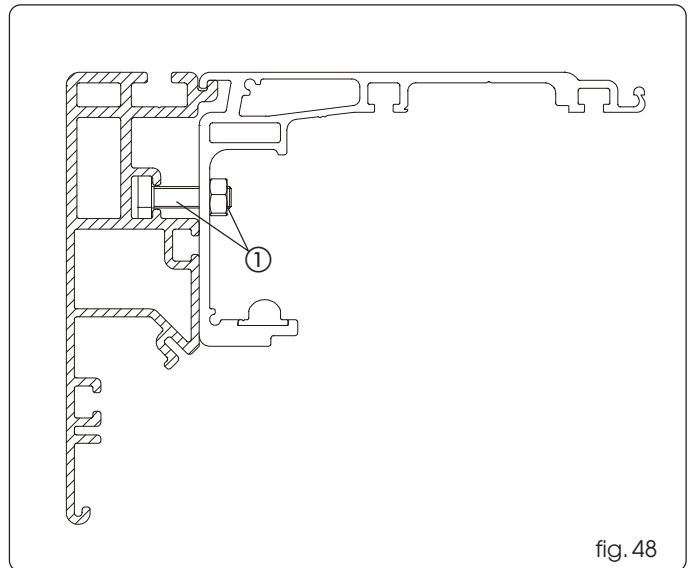
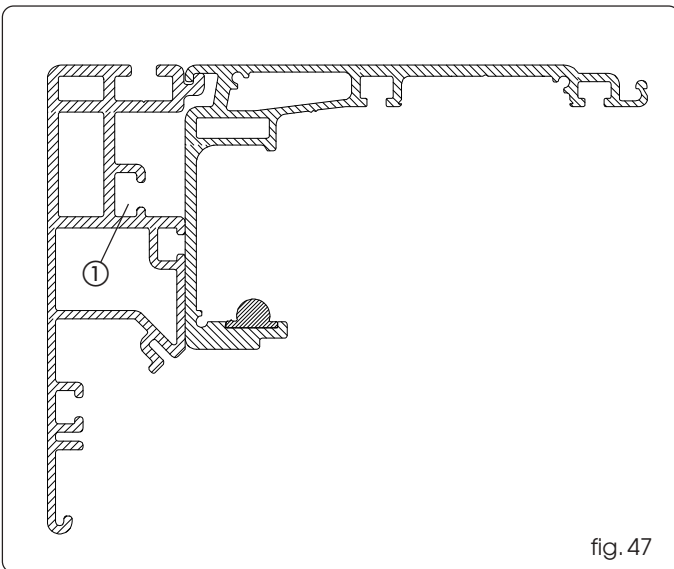

fig. 48
fig. 47
Introduire les tirants M8 (le nombre de tirants varie suivant la longueur de la poutre) dans la rainure disposée du profil autoporteur (fig. 47 réf. ①).
Accrocher le profil de soutien au profil autoporteur (fig. 47) et les assembler en utilisant les vis de tirage et les écrous, au niveau des rainures horizontales présentes sur le profil de soutien (fig. 48 réf. ①).